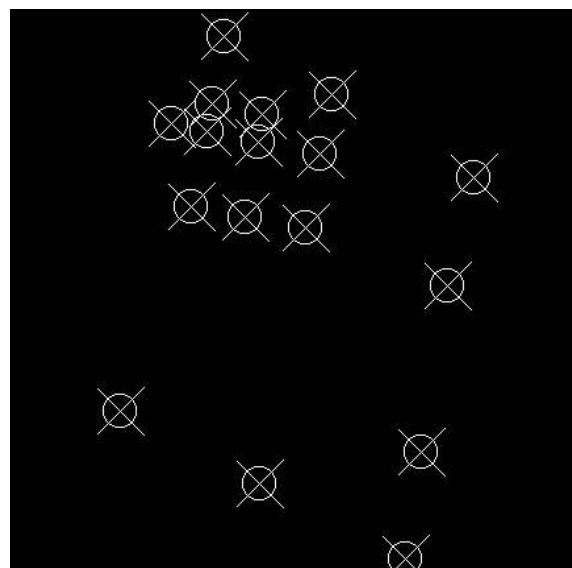

FIGURA 9.10
9) Vediamo nella figura 9.10 il risultato vettoriale dei punti, inseriti lungo il contorno delle particelle.